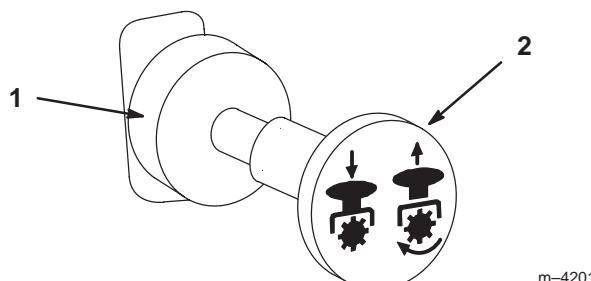

Figure 15
- Tirez sur la commande de prise de force (PDF) pour l'engager (Fig. 15).
Repoussez la commande de PDF à la position désengagée (Fig. 15).